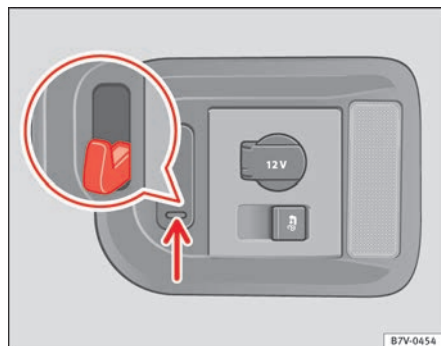

Fig. 99 En el maletero: ganchos para bolsas.
A la derecha del maletero hay unos ganchos para bolsas basculables ⇒ fig. 99 de los que se pueden colgar bolsas de compra ligeras.
- Presione hacia abajo en los ganchos para bolsas ⇒ fig. 99 (flecha) y abátalos.